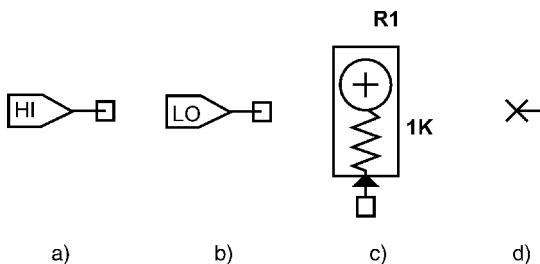

图 18.1
通过选择菜单 **Place > Power** 元器件库中的数字高 HI、数字低 LO 元件符号或者 dig_misc 元器件库中的上拉电阻，可以把集成电路 (IC) 引脚的数字逻辑电平设置为高或者低。No Connect 为断开符号，通过 Place 放置菜单对其进行放置，用来标识未连接引脚。图 18.1 为 Capture 中相关的元器件符号。